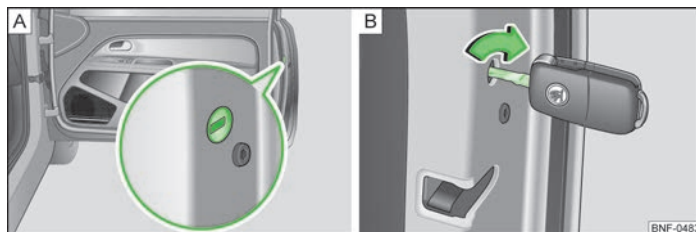

Bild 15 Nödlåsning av dörr
På framsidan av dörrar, vilka inte har någon låscylinder, finns en nödlåsningssmekanism, vilken endast är synlig efter att dörren öppnats » bild 15 [A].
- Sätt in nyckeln i skåran » bild 15 - [A] och vrid den för höger dörr till vågrätt läge medurs » bild 15 - [B] och för vänster dörr moturs.